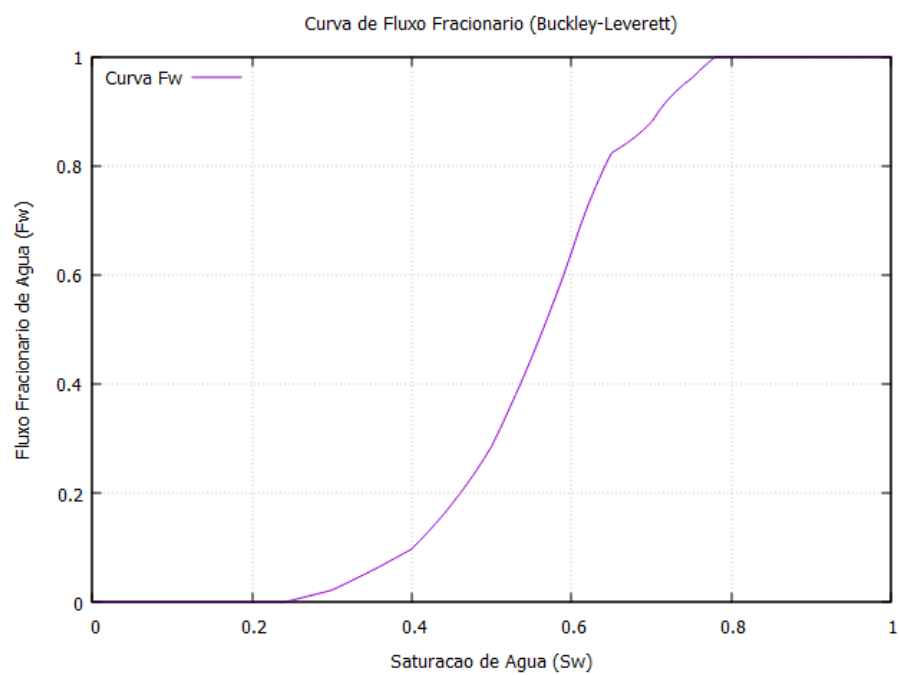

Figura 7.4: Tela do programa mostrando curva do Exemplo 14-5 do livro *Reservoir Engineering Handbook* de Tarek Ahmed [Ahmed, 2010] (com $\mu_o = 1.0$).
2. Gráfica: A curva gerada (Figura 7.4) é comparada visualmente com a Figura 7.5 do livro, buscando a reprodução fiel da curva "S".
A Figura 7.4 apresenta o gráfico gerado automaticamente pelo software após a execução do teste.
Observar que, a Figura 7.4 representa a curva com viscosidade do óleo igual a 10 ($\mu_o = 10$), para comparação com a devida curva da imagem 7.5.